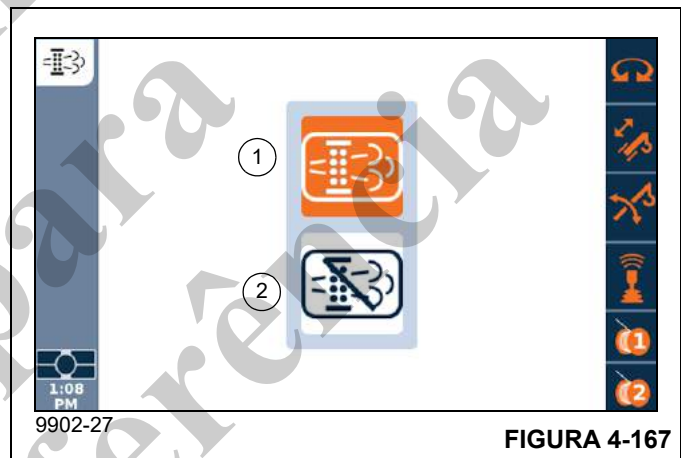

FIGURA 4-167
A tela de funções de Limpeza do sistema de escape (Figura 4-167) permite ao operador iniciar ou inibir o processo de limpeza do sistema de escape.
6. Usando o Botão rotativo ou os Botões de Seta para cima/para baixo na Placa de controle de navegação, selecione o Ícone Iniciar processo de limpeza manual (1, Figura 4-167) (o ícone fica laranja).
Pressionar o pedal do freio de serviço ou o pedal do acelerador durante a limpeza ou selecionar o Ícone Inibir processo de limpeza (2, Figura 4-167) interromperá o processo de limpeza manual.